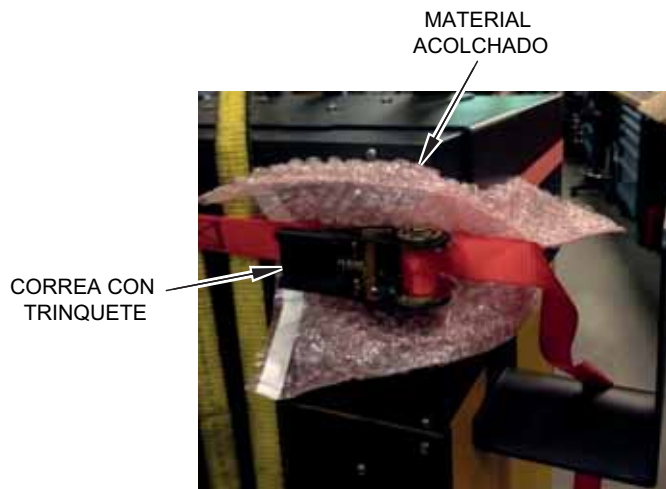

Figura 1-4 Protección de la terminación del controlador
- 5.** Coloque una tela u otro material acolchado entre la correa con trinquete y el controlador para proteger el extremo del controlador de roces y rasguños. Consulte la Figura 1-4.